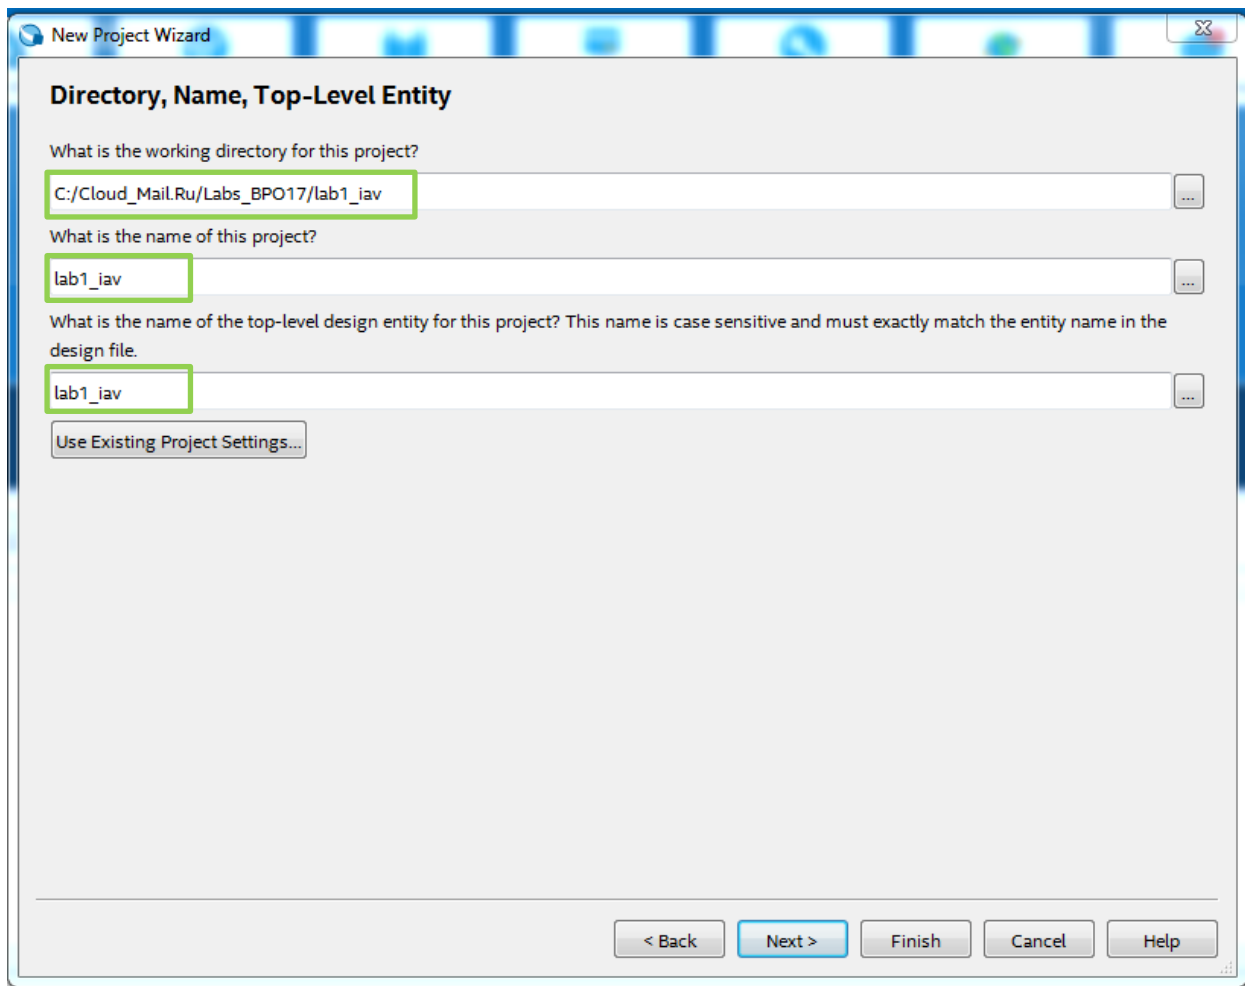

Рис.1 Окно выбора директории для установки проекта
1.3. В окошке “**Directory, Name, Top-Level Entity**” (рис. 1) задайте (или выберите существующую) директорию с проектами и название проекта **lab1_<fio>** (<fio> – аббревиатура на латинице из первых букв ФИО).